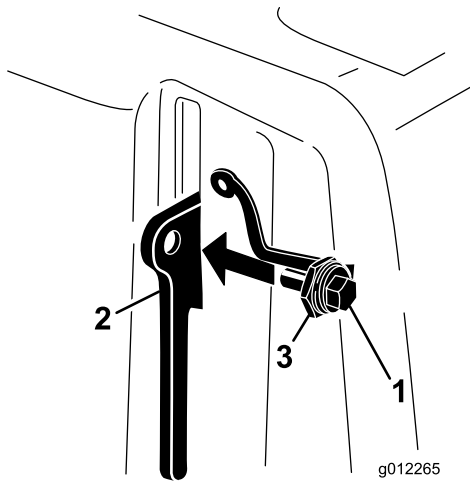

図 10
3. ベルト・カバーのラッチのレバーにボルトを通す (図 10)。